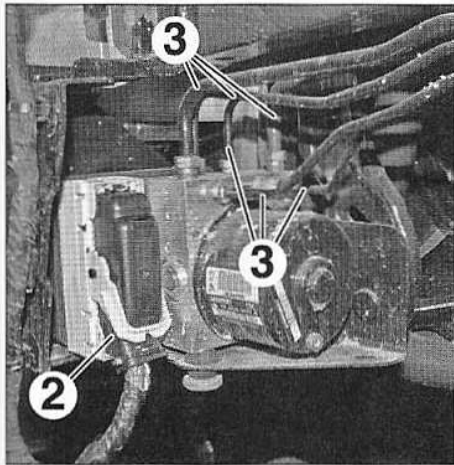

FIG.29
- Débrancher le connecteur (2) (Fig.29).
- Desserrer les raccords des canalisations (3) sur le groupe électrohydraulique.